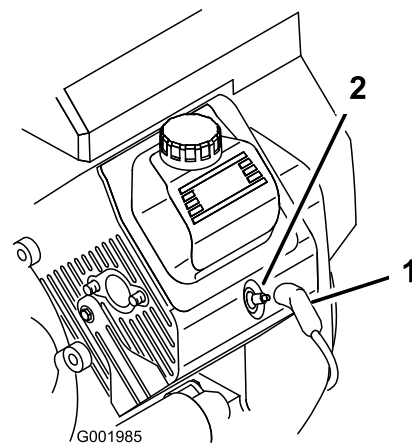

Bild 49
3. Ziehen Sie die Kabel von den Zündkerzen ab (Bild 49).
3. Stecken Sie die Kabel auf die Zündkerzen (Bild 49).